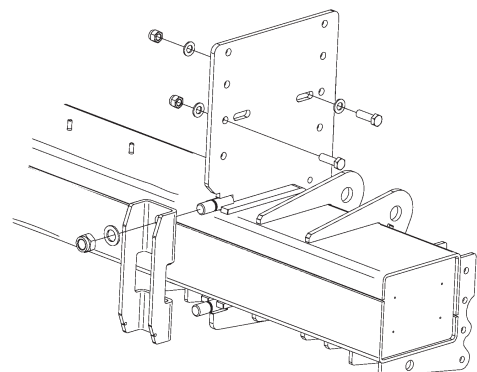

Abb.27. Montieren Sie das U-Profil mit den dazugehörigen Unterlegscheiben und Muttern
8. Montieren Sie das U-Profil mit den dazugehörigen Unterlegscheiben und Muttern, ohne diese anzuziehen. Schrauben Sie die Muttern abwechselnd an, bis das U-Profil direkt an der Aufhängung anliegt, siehe Abb.27.